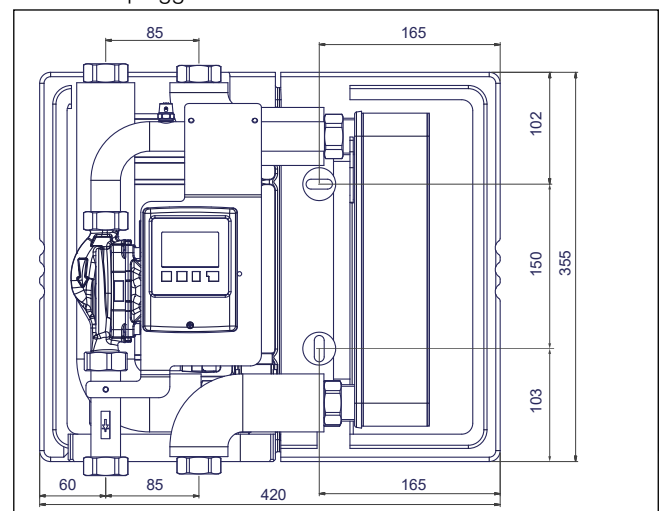

Fig. 8-2: Installatieschema FRIWAC
- Bekijk Fig. 8-2 voor stap 2 en 3.